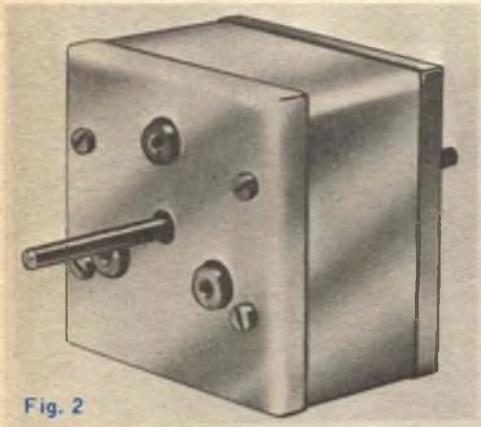

Fig. 2
**Movimenti angolari** - Sono stati pure prodotti dalla Jackson Brothers due nuovi trasduttori di posizione angolari che sono il perfezionamento del dispositivo originale Tipo 19000, presentato tempo addietro (fig. 2).